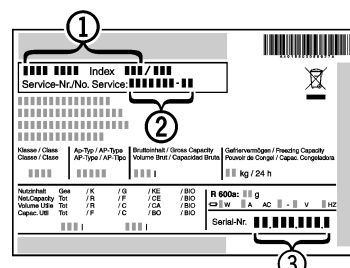

Fig. 11
- Relever la désignation de l'appareil Fig. 11 (1), le n° de service Fig. 11 (2) et le n° de série Fig. 11 (3) sur la plaquette signalétique. Cette plaquette se trouve sur la paroi intérieure gauche de l'appareil.
- Informer le S.A.V. et lui communiquer la panne, la désignation de l'appareil Fig. 11 (1), le n° de service Fig. 11 (2) et le n° de série Fig. 11 (3).